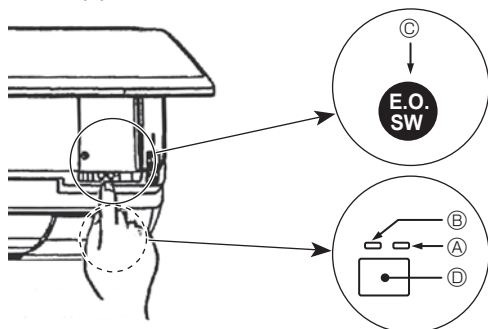

Fig. 5-2
- Pour arrêter l'appareil, appuyer plus de 2 secondes sur la touche ⚙ ① ou sur la touche ⚙ ③.
[Fig.5-2] ① Témoin DEFROST/STAND BY (dégivrage/veilleuse) (Orange)
② Témoin de fonctionnement (Vert)